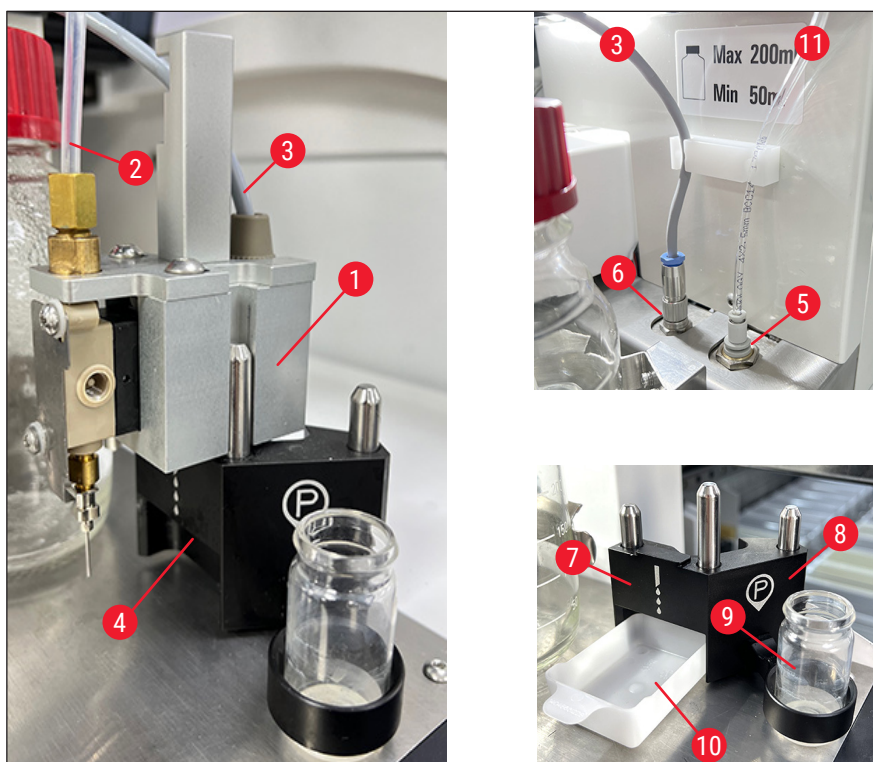

Fig. 14
2. Introduceți grupul dozator (→ Fig. 14-1) în suport (→ Fig. 14-4) pentru poziția de amorsare (→ Fig. 14).